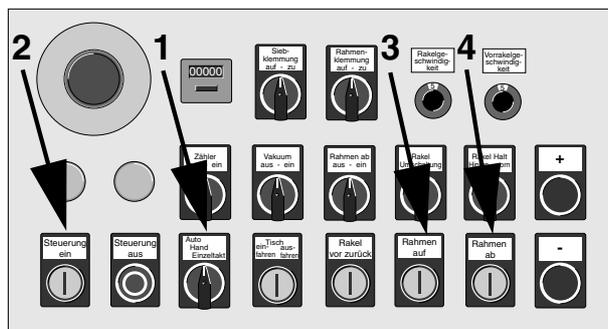

Bild 3-5. Bedienfeld
- \* Schalten Sie den Betriebsartenschalter auf „Hand“ (1, Bild 3-5).
- \* Zum Absenken des Oberwerks halten Sie **Steuerung ein** gedrückt und drücken **Rahmen ab** (4, Bild 3-5), bis die untere Position erreicht ist.